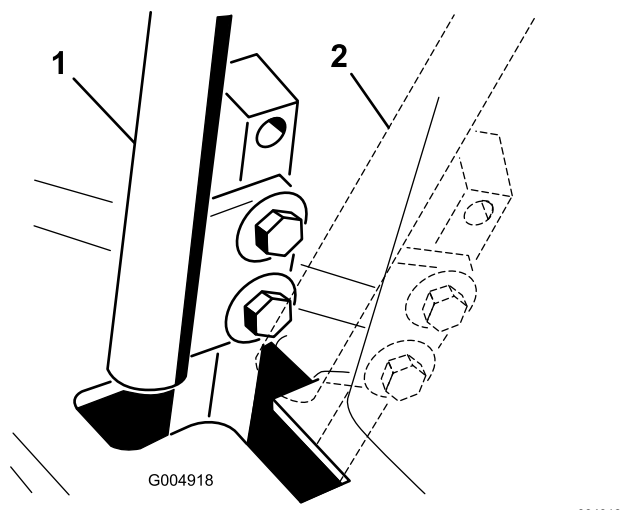

Bild 51
4. Schieben Sie den Schaltbügel in die NEUTRAL-Stellung, jedoch nicht in die **arretierte** Stellung (**Bild 51**).
6. Prüfen Sie, an welcher Stelle der Schaltbügel relativ zur Kerbe im Armaturenbrett ist (**Bild 51**).